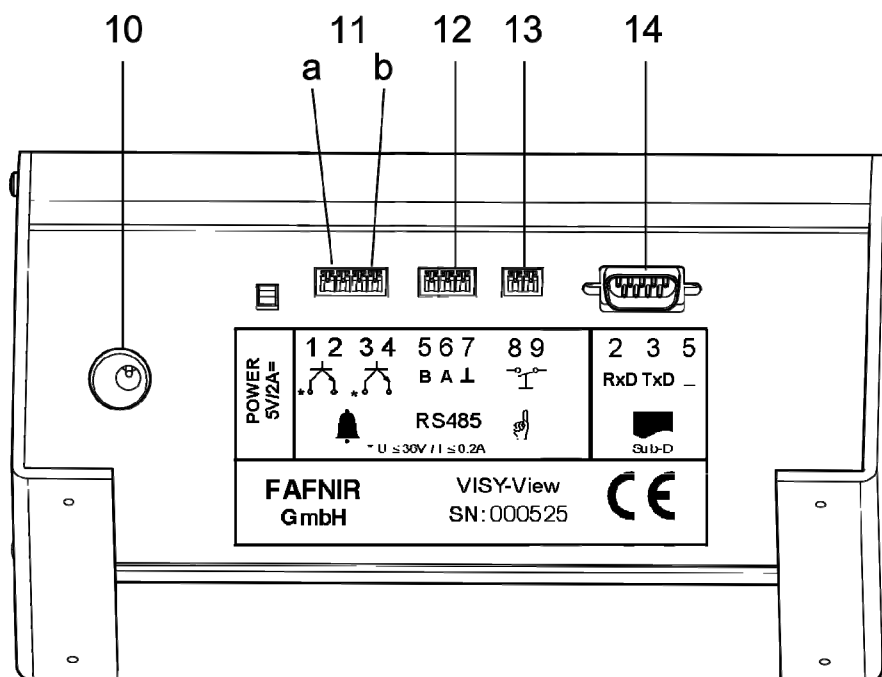

Figura 3: Interfaces do VISY-View
A conexão 13 (ver Figura 3) permite a instalação de um comutador de chave a que o motorista do caminhão tanque pode aceder para abrir o posto de serviços se ele já estiver encerrado. Rodando repetidamente a chave do comutador são mostrados no campo de exibição os dados de todos os tanques que são importantes para um processo de enchimento. Os três dados de um tanque a serem mostrados são selecionados no submenu «Configuração» (ver seção «Indicação para caminhões tanque» no capítulo «Configuração»).
- (5) Se necessário, conecte um comutador de chave à conexão 13 (ver Figura 3).
- (6) Conecte o VISY-View que está ligado à conexão 10 (ver Figura 3) à rede com o alimentador de corrente fornecido.